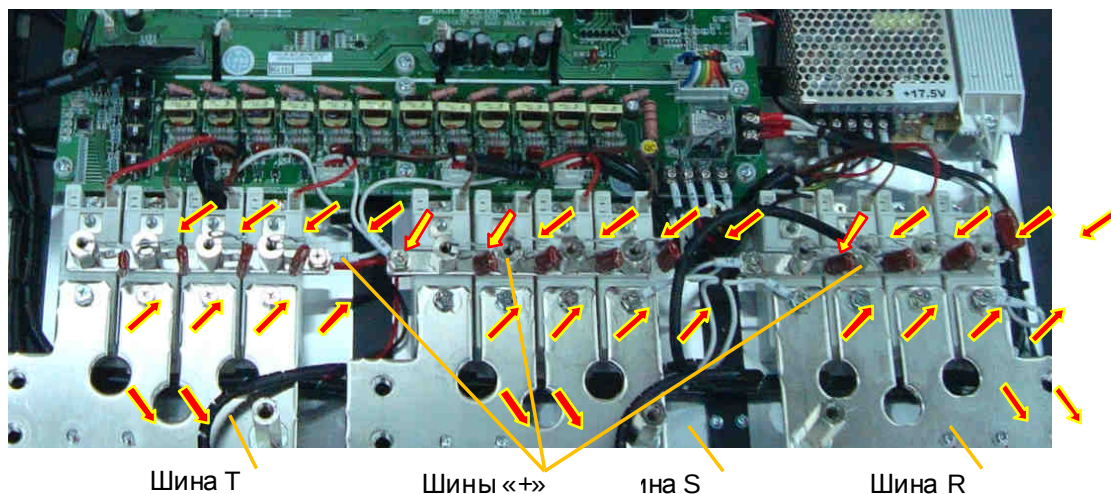

Рис. 6.32.
6.17.1. Выкрутить 12 резьбовых стоек крепления шин «+» входных диодно-тиристорных модулей и балластных конденсаторов (красные стрелки на рис. 6.32), 3 винта крепления проводов с маркировкой «P1» (желтые стрелки на рис. 6.32) и 18 винтов крепления входных шин «R», «S», «T» (красные стрелки на рис. 6.32). Положить стойки, шины, винты и балластные конденсаторы в тару.